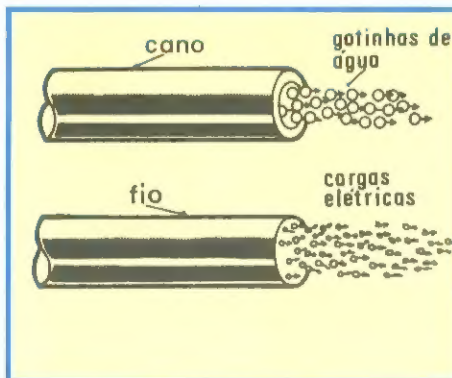

Figura 6 - Representação da corrente de água e da corrente elétrica.
**elétrica**. Na figura 6, representamos a corrente de água e a corrente elétrica segundo a analogia citada.